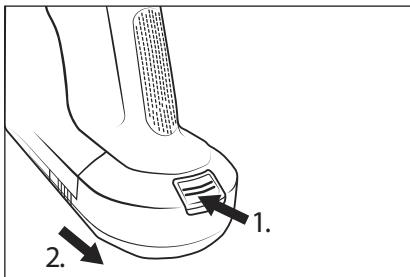

Fig. 13
- ◆ For at fjerne batteriet **2** fra produktet, skal du trykke på oplåsningsknappen til batteriet **1** og tage batteriet **2** ud af produktet (se fig. 13).